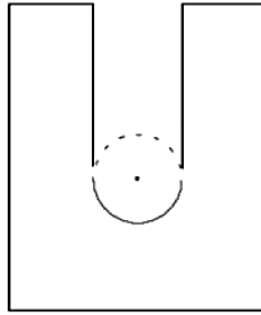

Figura 4.170 Aplicação do comando Trim.
- d) Selecione o comando **Trim** e remova a parte superior da circunferência, como na Figura 4.170.